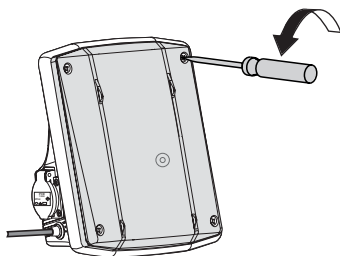

Fig. 13
- 5.1.1 Abra a cobertura transparente com uma chave de parafusos (Fig. 13).